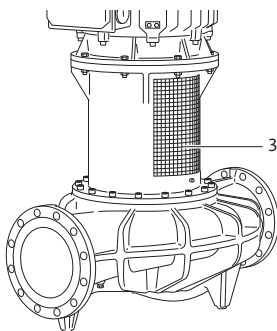

Fig. 48: Felszerelt kuplungvédő lemez
- **A szivattyút csak felszerelt kuplungvédő lemezekkel (Fig. 48, 3. poz.) használja.**